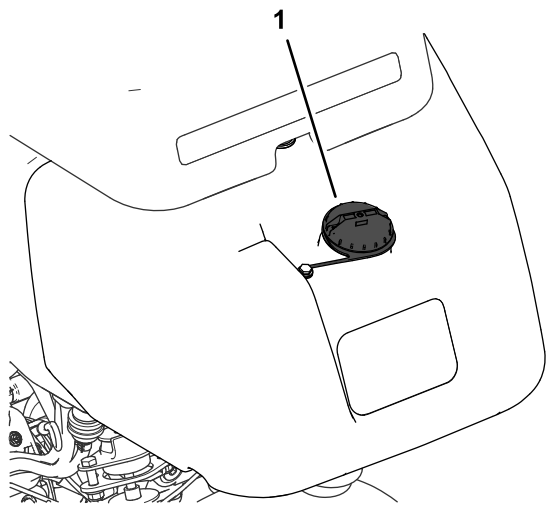

Figura 20
1. Limpie alrededor del tapón de combustible y retírelo (Figura 20).